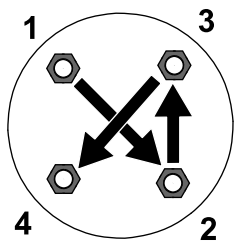

Рисунок 9
- Затяните зажимные гайки (в перекрестном порядке, как показано на Рисунок 9) с моментом от 108 до 122 Н·м.